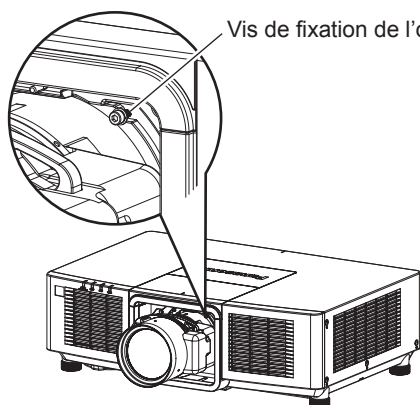

Fig. 1
- 1) **Retirez la vis de fixation de l'objectif. (Fig. 1)**